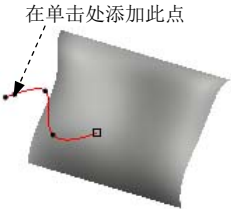
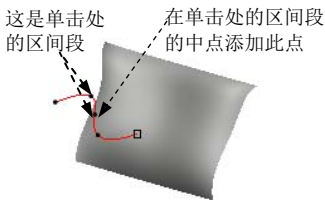

图 10.3.38 添加点
图 10.3.39 添加中点
- Step5. 在该菜单中，如果选择 **添加点(A)** 命令，则系统将在单击处添加一个点（图 10.3.38）；如果选择 **添加中点(M)** 命令，则系统将在单击处所在区间段的中点处添加一个点（图 10.3.39）。